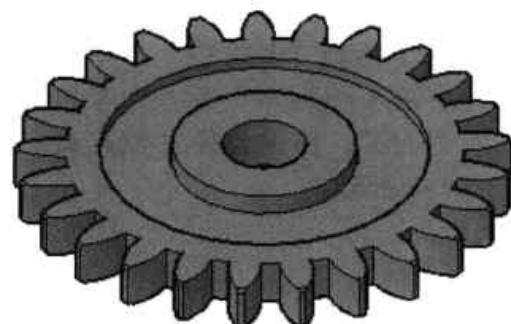

图12-65 概念视图样式
**Step28** 将当前视图样式设为概念视图，即可查看齿轮模型效果，如图 12-65 所示。至此，齿轮模型已全部绘制完毕。